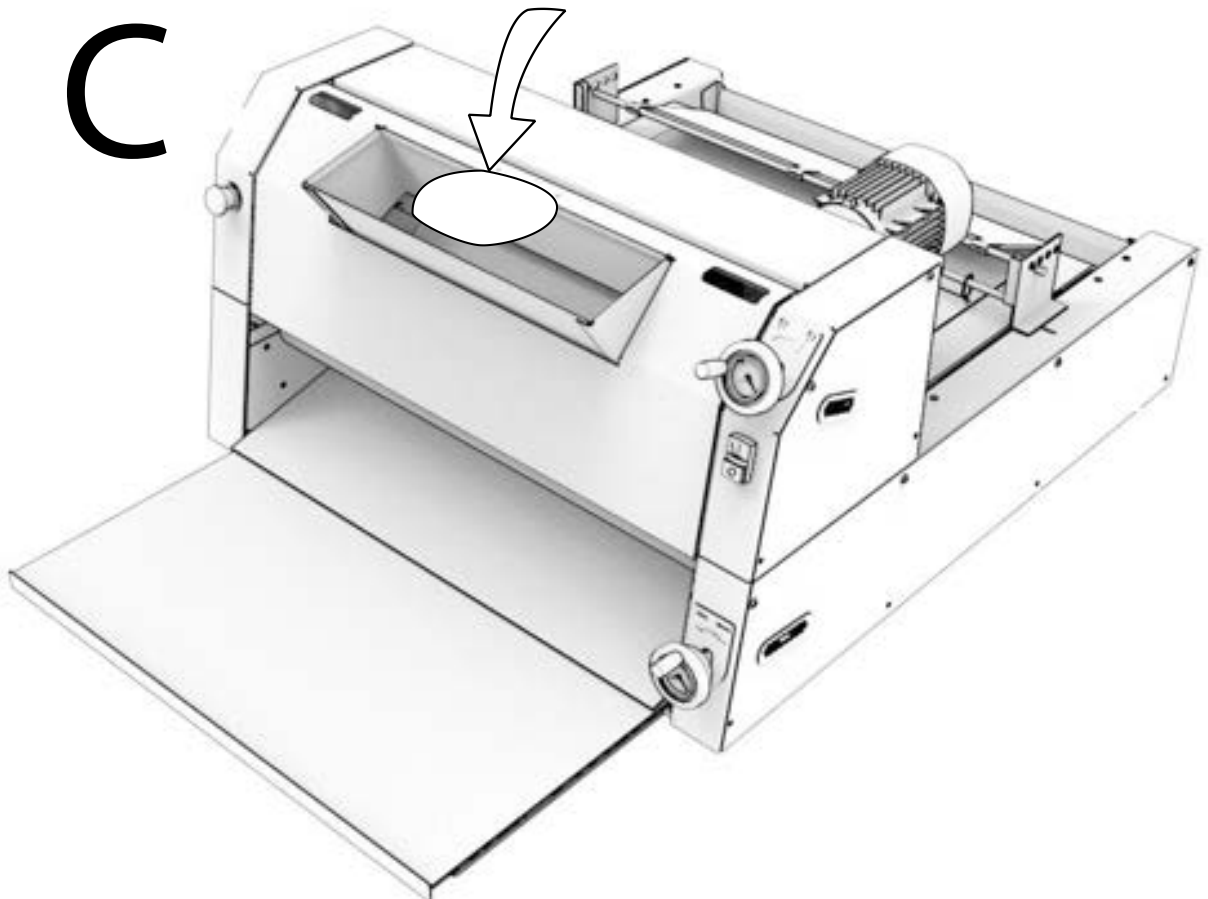

fig.13
- استعد قطع العجين مُشكلة على بُساط الاستقبال (fig.13).